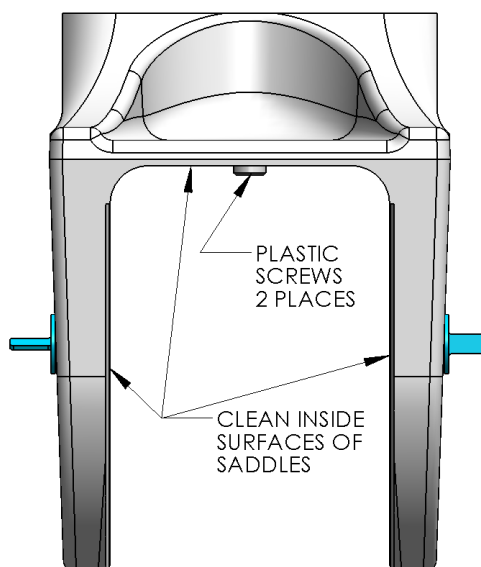

図 11 - サドルの清浄
- 図 11 のように、各サドルにプラスチック製ネジ 2 個があり、船体の表面に 0.080 インチ（2 mm）の接着剤の隙間があることを確認します。
- 図 11 のようにアルコールまたはアセトンで清浄なジャイロ基盤のサドル内表面から全体的に汚染物質を取り除きます。 ぼろ布ではなく、新しいペーパータオルを使用して清浄してください。